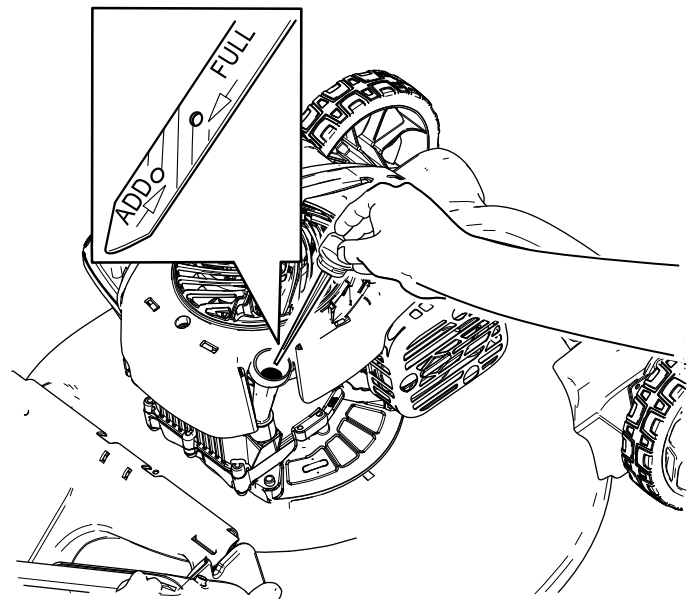

Figure 18
3. Tournez le bouchon dans le sens antihoraire et sortez la jauge (Figure 18).
10. Vérifiez le niveau d'huile indiqué par la jauge (Figure 18).